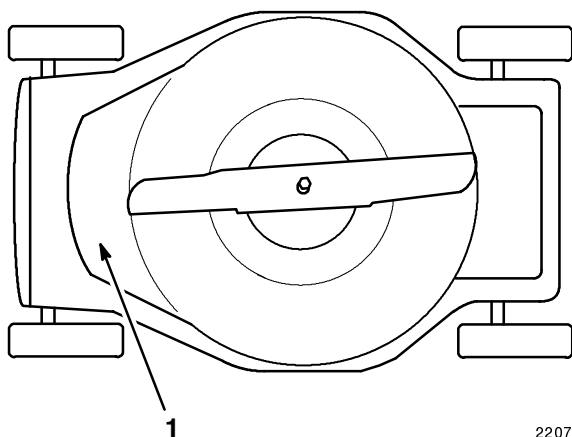

Figure 22
- Nettoyer le dessous de la tondeuse. Veiller particulièrement à bien dégager la cavité avant de tous débris (Fig. 22). Enlever la terre et l'herbe à l'aide d'un grattoir en bois. Eviter les bavures et les arêtes coupantes.